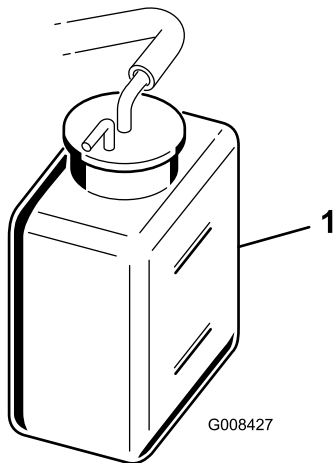

Bild 28
2. Prüfen Sie den Kühlmittelstand (Bild 28).